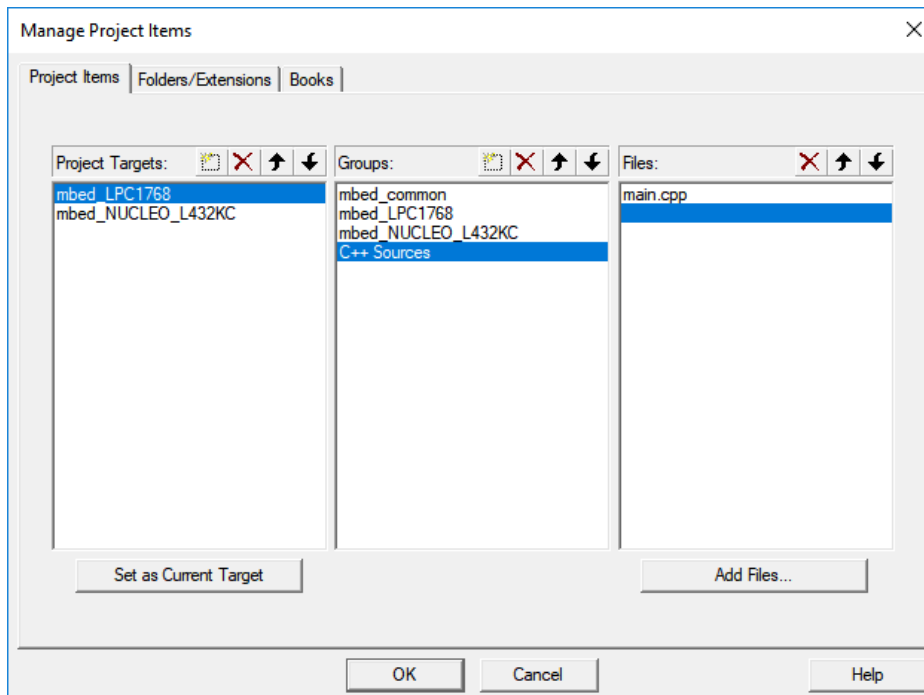

FIGURA 12: pestaña Project Items.
2. Pulsando sobre el icono Manage Project Items...  se abrirá un diálogo en el que se escogerá la pestaña Project Items, como se ve en la figura 12.